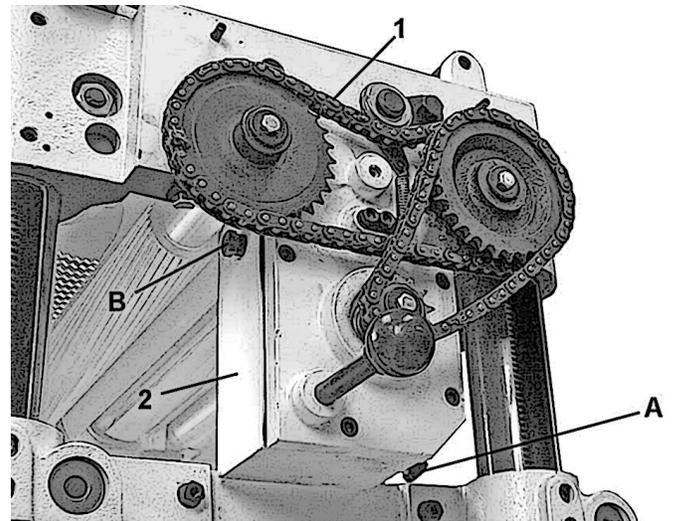

Figura 32
1. Retire el tapón de drenado (A, Figura 32) con una llave de 14 mm. Drene completamente el aceite sucio.
2. Inserte y apriete el tapón de drenaje. (A, Figura 32).
3. Retire el tapón de llenado (B, Figura 32) y llénelo con lubricante limpio a través del orificio. Rellene hasta que el aceite llegue a la parte superior del puerto del tapón de llenado para obtener el nivel de aceite correcto.
4. Instale y apriete el tapón de llenado (B, Figura 32).